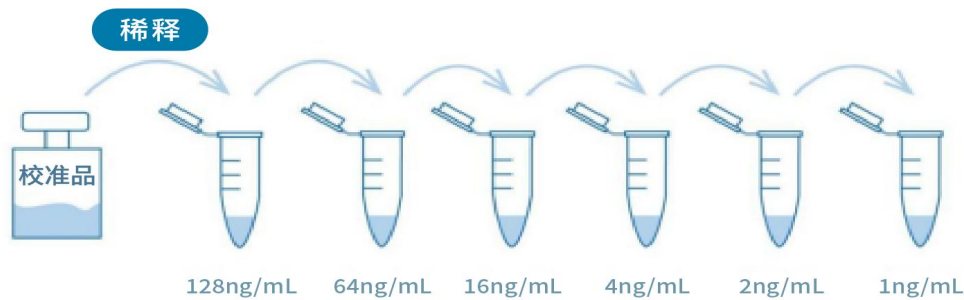

图 3. 校准品稀释操作示例
4. 校准曲线配制：参照图 3 和表 3 对校准品进行梯度稀释。